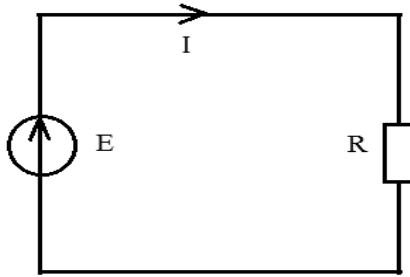

Рис.1
3.1. Используя закон Ома, рассчитать токи в цепи, представленной на рис.1, при различных ЭДС источника и сопротивлениях ветви в соответствии с заданным преподавателем вариантом. Результаты расчетов занести в табл.1,2.